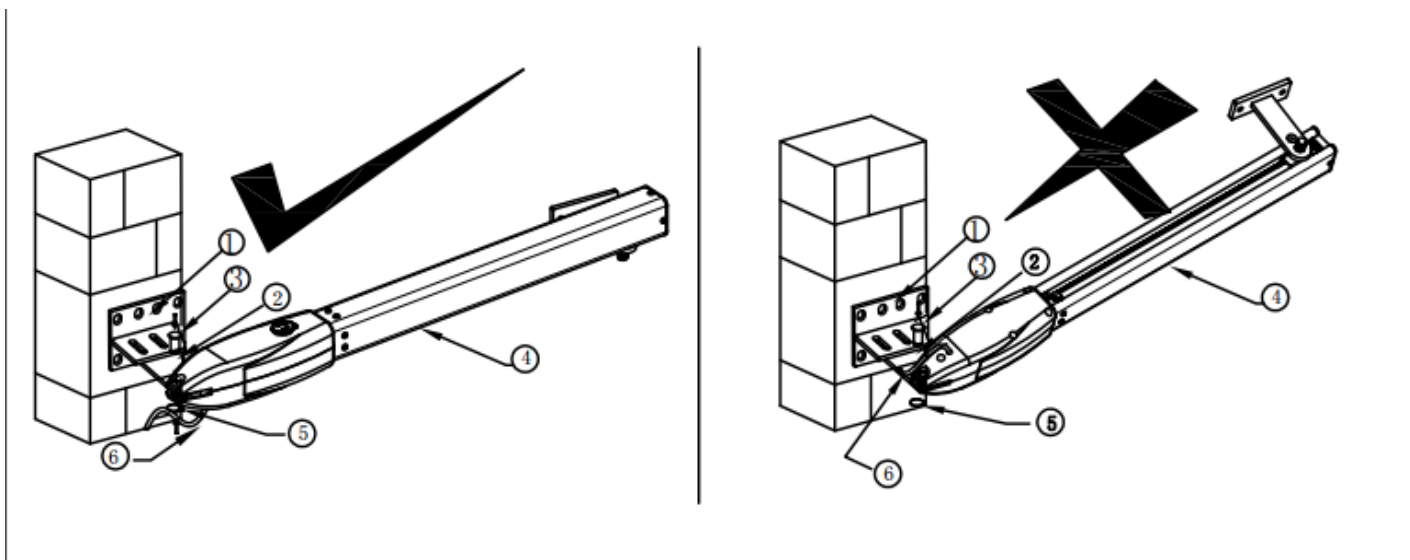
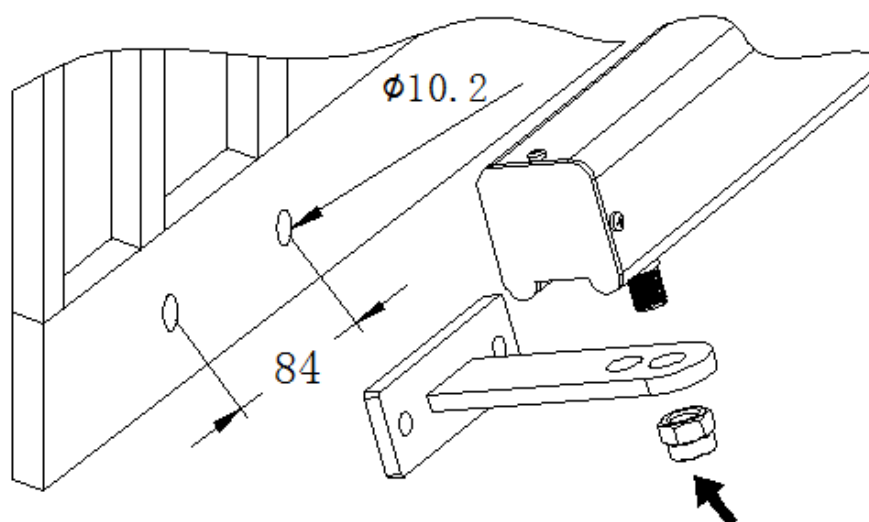

Рис. 6 Установка привода на задний кронштейн
Рис. 7 Установка привода на передний кронштейн
- Установите приводы на задние и передние кронштейны (Рис. 6 и 7). На заднем кронштейне (1) зафиксируйте привод с помощью штифтра (2), стопорных шайб и шпилек (Рис. 6). На переднем кронштейне установите привод на ось кронштейна и заблокируйте ключом (подробнее о блокировке и разблокировке привода в Разделе 4.3. “Ручная разблокировка привода”) (Рис. 7).
Кабель питания привода (6) должен находится под задним кронштейном крепления привода. Правильная установка показана на Рис. 6 левая картинка, НЕ правильная установка показана на Рис. 6 правая картинка.